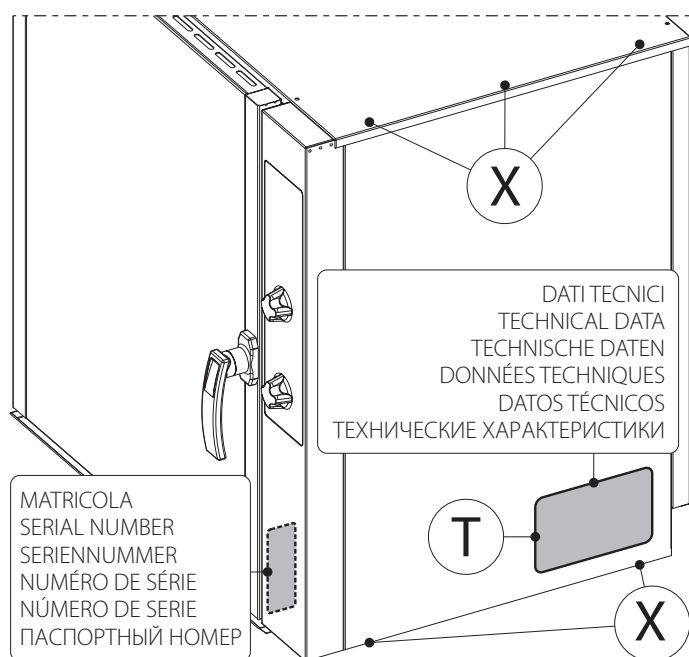
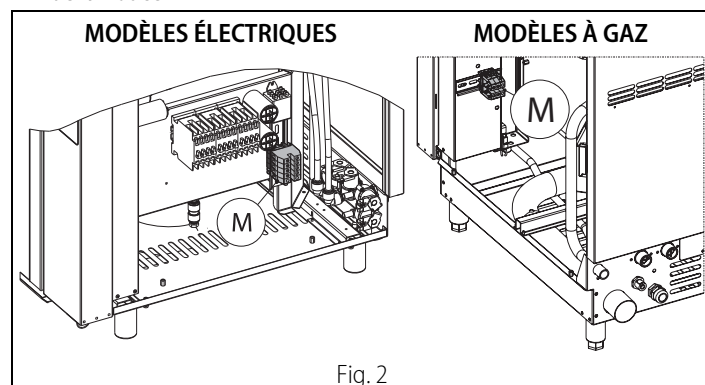

Fig. 1.1
Fig. 2
**i** La plaque signalétique | T | fig.1.1 en polyester adhésif se trouve à l'intérieur et à l'extérieur du côté droit.
Pour accéder au bornier | M | fig. 2, enlever le panneau en dévissant les vis | X | fig.1.1 présentes en bas et en haut de celui-ci. Suivre les indications du schéma électrique pour brancher les conducteurs du câble d'alimentation au bornier. Maintenir le câble collé au fond et le bloquer avec le serre-câble | ⚡ | fig. 1. Il est indispensable de brancher l'appareil à une prise de terre efficace. À cet effet, à proximité du bornier, il y a une vis marquée du symbole  $\equiv$  à laquelle il faudra raccorder le fil de terre. De plus, l'appareil doit être inclus dans un système équipotentiel. Le branchement s'effectue à l'aide d'une vis marquée du symbole | ⚡ | fig. 1 située au dos de l'appareil. Le conducteur équipotentiel doit avoir une section de 10 mm2.